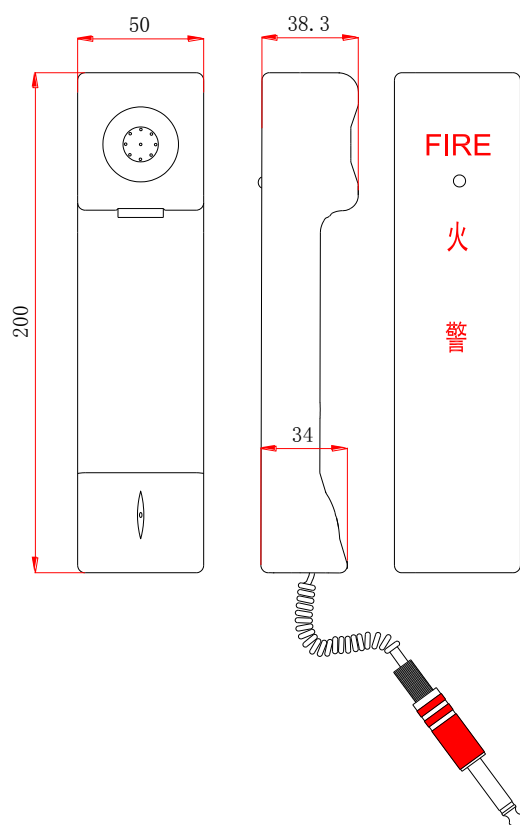

图 1 GST-TS-100B 外形示意图
1. GST-TS-100B 为手提式电话分机，它的外形示意图如图 1 所示。